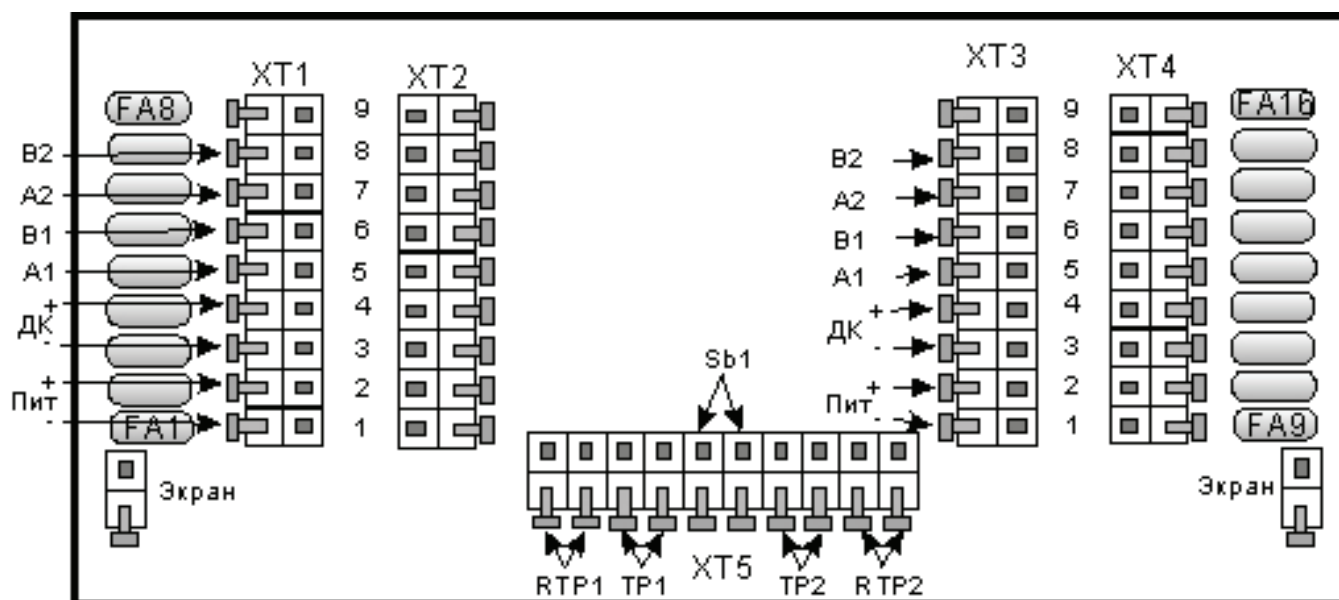

Рис.3
4.2. Разметка для крепления **КСУМ** на поверхностях (стена, заграждение и т. д.) приведена на рисунке 2. Расположение вводов на рис. 3.
4.5. Ввод и подключение линейных кроссовых кабелей в **КСУМ** произвести следующим образом: выкрутить зажимные гайки до полного освобождения уплотнительных прокладок внутри гермовводов (когда прокладки не сжаты, а приняли правильные формы). Концы кабелей пропустить в отверстия гермовводов, провода кабелей освободить от оболочек на ~70 мм не причиняя вреда проводникам проводящих оболочек, снять изоляцию с 5 мм токопроводящих жил. Вкрутить зажимную гайку до обжатия прокладкой оболочки кабеля. В соответствии с кросс-схемой проекта (позволяющей однозначно подключить кроссовые кабели), подключить токопроводящие жилы к зажимам на плате (см. Рис.3) с обратной стороны шасси (контакт раскрывается при нажатии на соответствующий рычажок). Проводники проводящих оболочек подключить к зажимам обозначенным «Экран» или «L». К зажимам транслирующим линии питания («±Пит») и дистанционного контроля («±ДК») подключить соответствующие проводники кабелей. Одноименные зажимы «A1» («B1», «A2», «B2») соединены между собой и предназначены для трансляции линий требующих ответвлений (отводов) к подключаемым к «Гр.1» и «Гр.2» извещателям. Если используется дополнительная плата (**КСУМ-40**), подключить остальные токопроводящие жилы кабелей к ее контактам и закрепить плату на шасси с помощью соответствующих винтовых соединений.